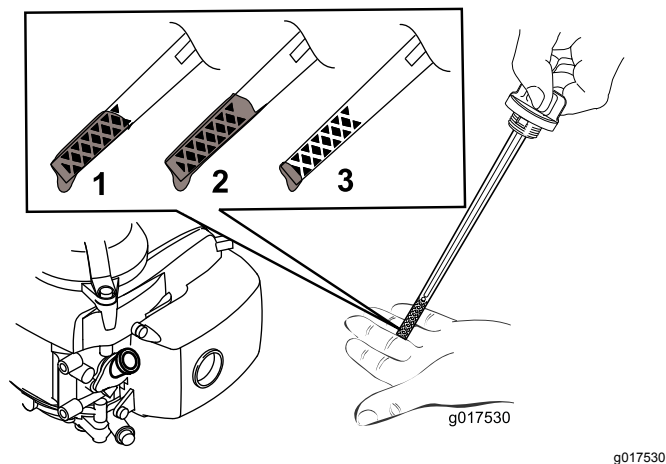

Figure 10
5. Pour déterminer le niveau d'huile correct indiqué par la jauge, voir (Figure 10).
Remarque: Versez de l'huile dans le carter moteur jusqu'à ce que la jauge indique le niveau correct, comme montré à la Figure 10. Si vous remplissez excessivement le carter moteur,